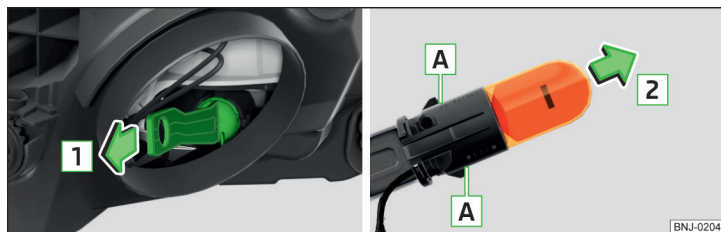

Fig. 214 Sostituzione della lampadina per gli indicatori di direzione
- Estrarre lo zoccolo con la lampadina con movimenti oscillanti nella direzione indicata dalla freccia **[1]** » fig. 214.